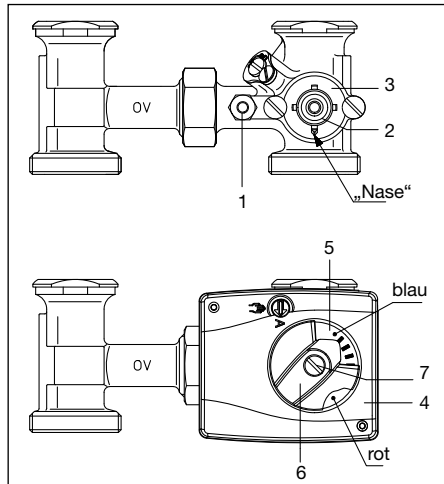

Abb. 5.6 Montage 3-Wege-Mischhahn DN25 / DN32
- Verdrehsicherung (1) fest an das Mischergehäuse montieren.
- Adapter (2) bis zum Anschlag auf das Mischerküken (3) stecken. Abflachung beachten!
- Stellmotor (4) auf die Mischerachse setzen.
- Drehrichtungsanzeige (5) gemäß Abbildung 5.6 auf den Stellmotor legen.
- Handverstellgriff (6) mit Pfeilmarke im blauen Bereich auf die Mischerantriebswelle stecken (Auslieferungszustand: Gegenuhrzeigersinn gegen Anschlag, Betriebsstellung „A“ Automatik).
- Schraube (7) mit Fächerscheibe einstecken und mit einem Drehmoment von $>5\text{Nm}$ anziehen.